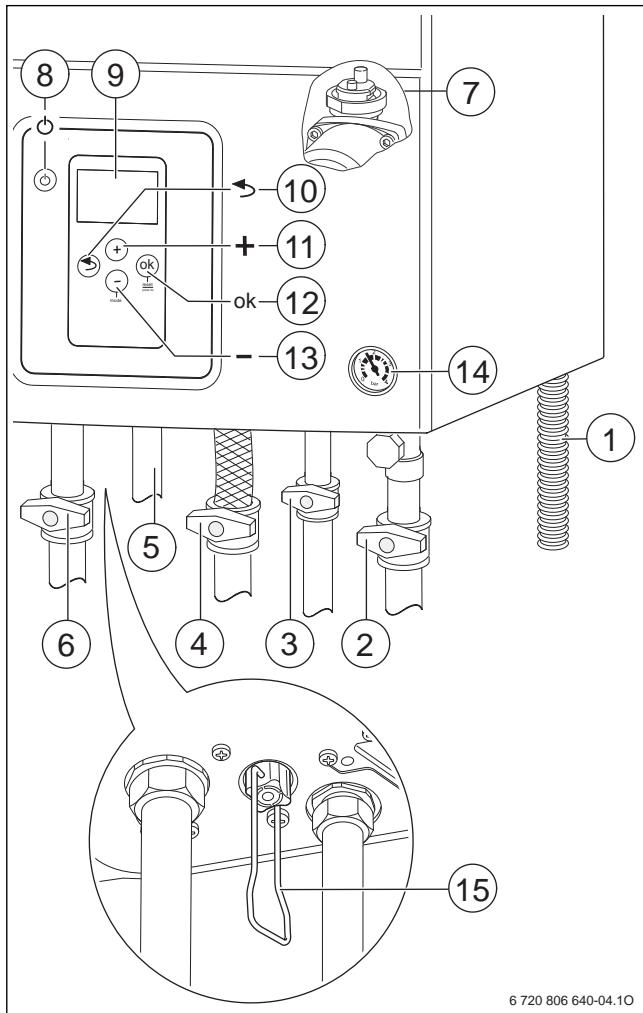

Рис. 25
- Откройте автоматический воздушный клапан (оставьте открытый) (→ рис. 25, [7], стр. 19).
- Откройте кран холодной воды (→ рис. 25, [3]).
- Откройте краны подающей и обратной линий отопления (→ рис. 25, [6] и [2], стр. 19).
- Откройте газовый кран (→ рис. 25, [4]).